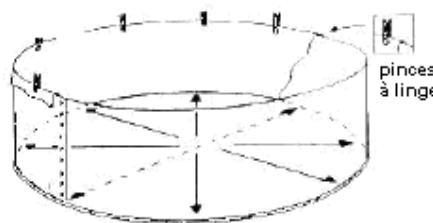
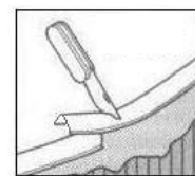

fig. 20
fig. 21
- b) Localisez et situez la soudure latérale (SL) de sorte qu'elle soit parfaitement droite et perpendiculaire au sol. Ceci vous aidera à placer le liner sans plis.
- c) Soulevez le côté qui couvre les bords supérieurs de la piscine et fixez-le avec des pincettes à linge (fig. 20). Supprimez les plis en tirant doucement vers l'extérieur et ajustez le liner. Tirez délicatement sur le liner en évitant les à-coups.
- e) Installez le profilé en plastique (PL) autour de tout le périmètre de la piscine et au-dessus du liner. Enlevez au même temps les pincettes.
- f) Quand tous les profilés (PL) sont installés, marquez avec un marqueur l'excédent du dernier profilé (PL). Enlevez-le et coupez cet excédant (fig. 21) (veillez à ne pas endommager le liner en coupant le profilé). Ensuite, installez-le à nouveau.